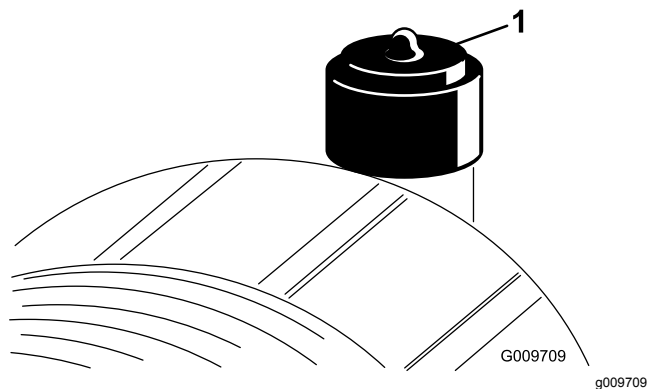

Figura 73
Effettuate la manutenzione del filtro dell'aria quando l'indicatore (Figura 73) lo richiede. Sostituendo il filtro dell'aria prima del necessario si aumenta il rischio che la morchia penetri nel motore quando si toglie il filtro.
2. Se la spia (Figura 73) è rossa, resettatela.